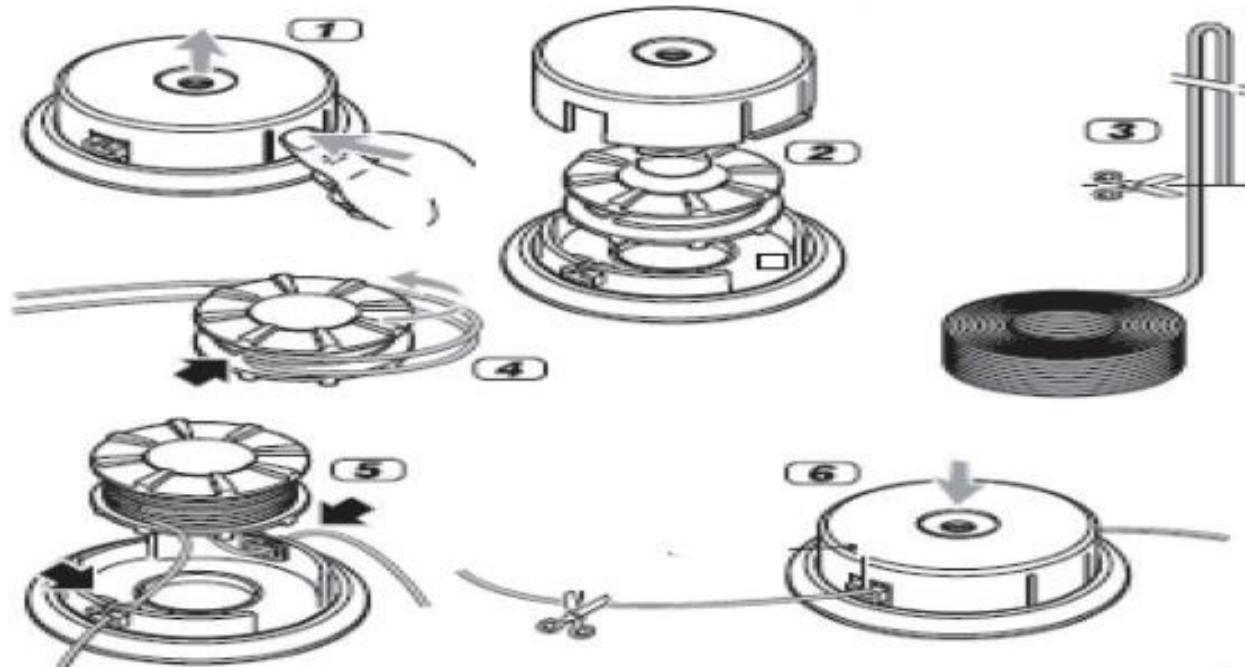

Fig.9
**Remplacement du fil de coupe. (Fig. 9)**